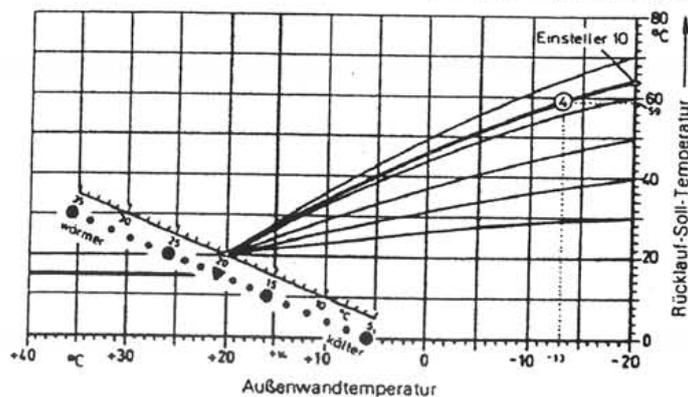

Bild 2
Der Wert ④ des Einstellers (20) wird beispielsweise wie folgt ermittelt (Bild 2): Von der Heizungsauslegung kennt man die Rücklauf­temperatur von 59°C bei -13°C Außenwandtemperatur. Damit ergibt sich die dick eingezeichnete Heizkennlinie mit Einsteller (20) auf 64°C.